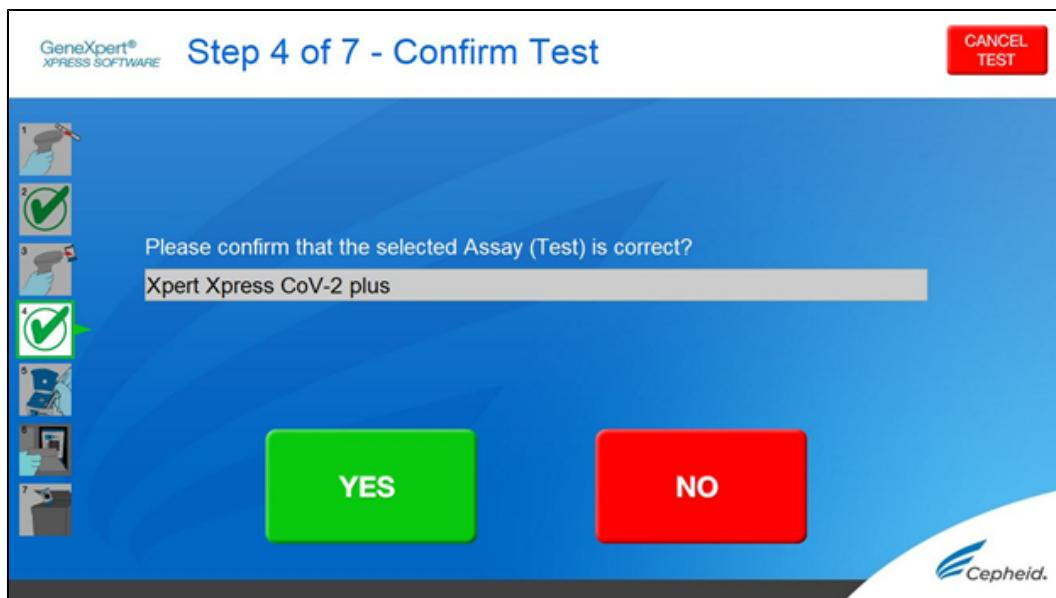

Figure 10. Écran Confirmer le test (Confirm Test)
4. Confirmez le test sélectionné dans le menu **Sélectionner le test (Select Assay)** (affiché dans Figure 10 ci-dessous) et appuyez sur **OUI (YES)** si les informations affichées sont correctes. Saisissez vos nom d'utilisateur et mot de passe si cela est demandé.